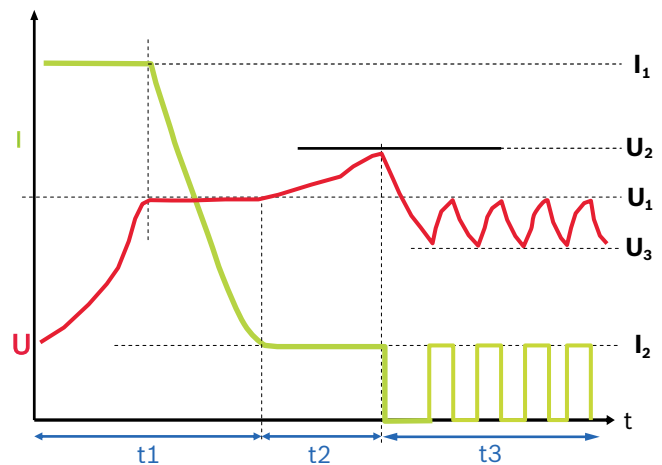

Fig. 3: Courbe caractéristique de charge
- 1 Progression de la charge (voir la courbe caractéristique de charge fig. 3)